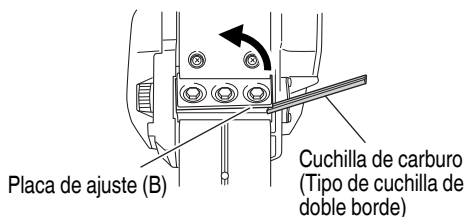

Fig. 16
- (1) Como se muestra en la Fig. 16, levante la placa de ajuste (B) e inserte la nueva cuchilla de carburo entre el bloque del cortador y la placa de ajuste (B).